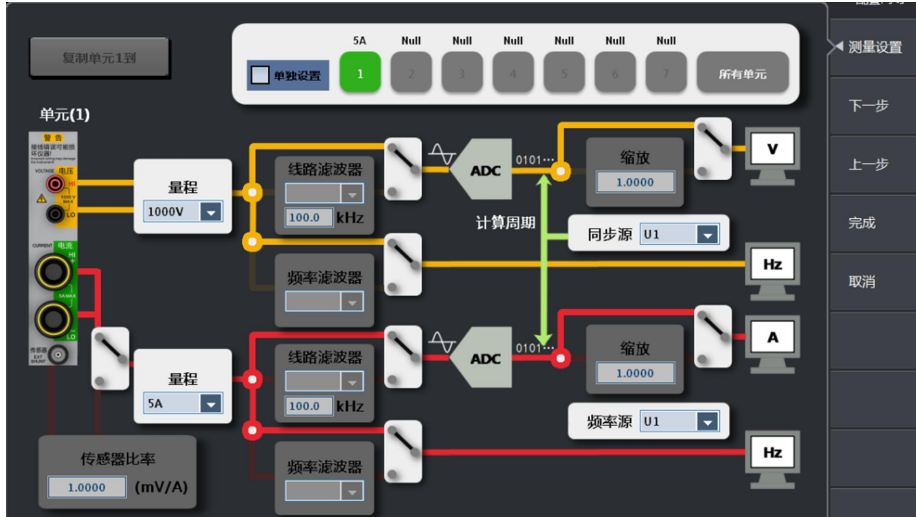

图 3.3 配置向导之测量图片
- **测量设置。**快捷实现板卡单独或统一测量参数设置，如电压/电流量程、同步源、滤波器、传感器比率，见图 3.3。